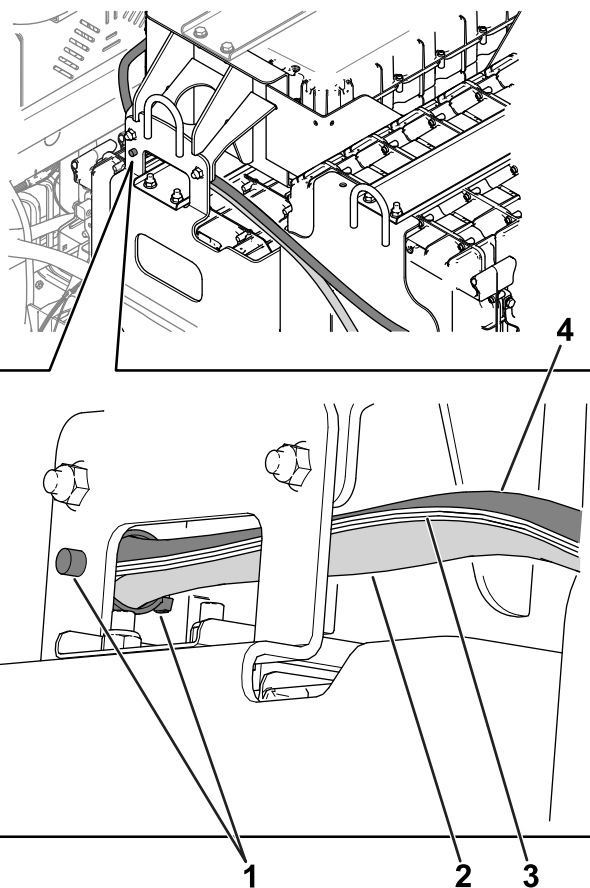

Figur 9
5. Montera kablaget (CAN) som du tog bort i steg 3 till D2-batteriporten på det övre batteriet i batterilådan (Figur 9).